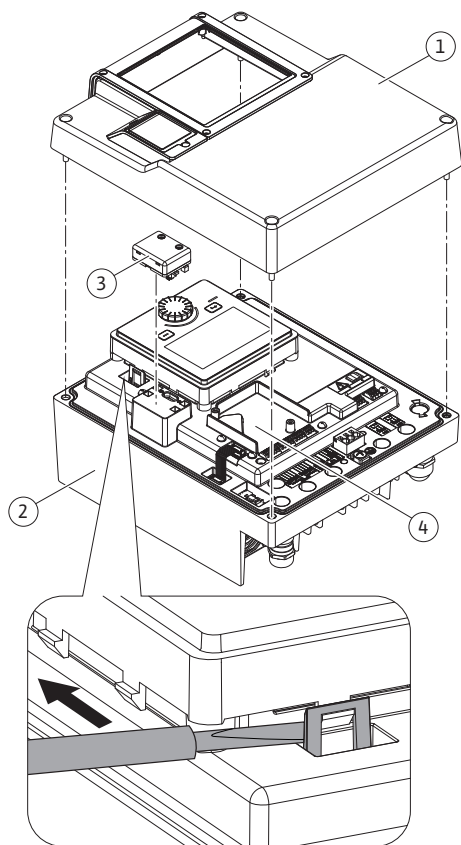
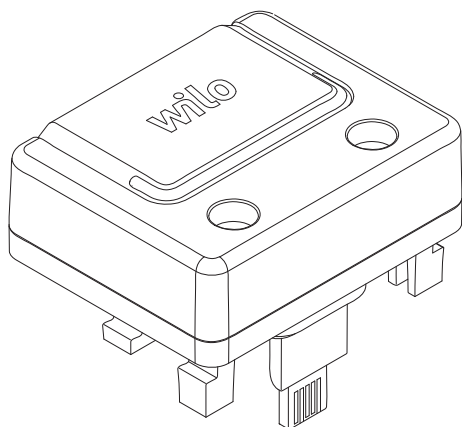

Fig. 30: Elektronický modul
Fig. 31: Modul Wilo-Smart Connect BT
1. Přichytné háky (Fig. 30) opatrně otevřete vhodným nářadím (např. šroubovákem).
Rozhraní Bluetooth modulu Wilo-Smart Connect BT (Fig. 30, poz. 3 a Fig. 31) slouží pro připojení k mobilním koncovým zařízením, jako je chytrý telefon nebo tablet. Funkce Wilo-Smart Connect je k dispozici v aplikaci Wilo asistent. Pomocí funkce Wilo-Smart Connect můžete čerpadlo obsluhovat, seřizovat a načítat údaje z čerpadla. Pro nastavení viz kapitola „Uvedení do provozu“ [► 52].
1. Povolte čtyři šrouby vrchního dílu elektronického modulu (Fig. 30, poz. 1; Fig. 1, poz. 2).
3. Modul Wilo-Smart Connect BT zasuňte do připraveného rozhraní Wilo-Connectivity Interface. Viz Fig. 30, poz. 3.
Moduly CIF (příslušenství) slouží pro komunikaci mezi čerpadly a managem systémem budovy. Moduly CIF se zasunují do elektronického modulu (Fig. 30, poz. 4).